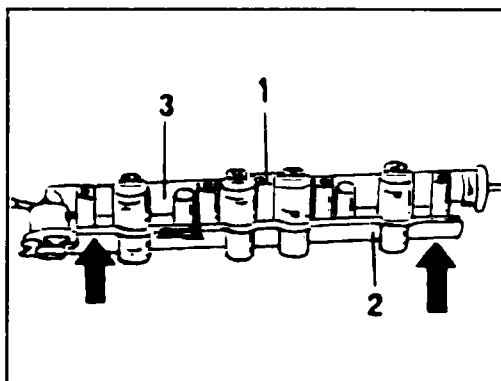

Рис. 4.45 Демонтаж топливного распределителя
- ◆ Выверните болт (1, рис. 4.45) и снимите верхнюю половину распределителя (2) с нижней (3).